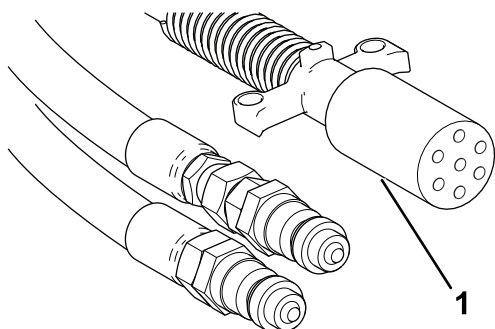

図 21
8. コイル付き ピン電源ケーブルを、マシンのソケットおよび牽引車両に接続する 図 21。